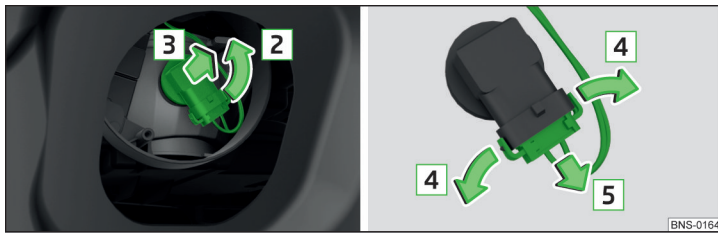

Fig. 373 Remplacement de l'ampoule du feu de l'antibrouillard
- Tournez la douille avec l'ampoule jusqu'à la butée dans le sens de la flèche **2** » fig. 373.